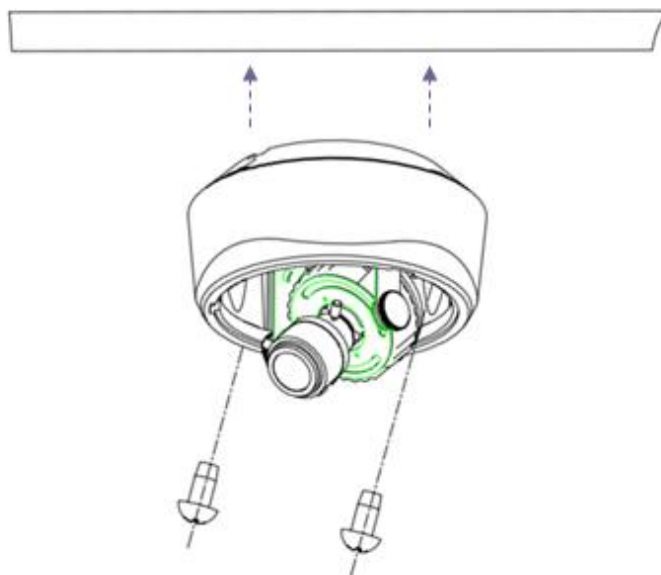

Figura 2.4 Fijación de la caja trasera a la pared
2. Según la figura 2.4 utilice los tornillos autorroscantes para asegurar la caja trasera a la pared.